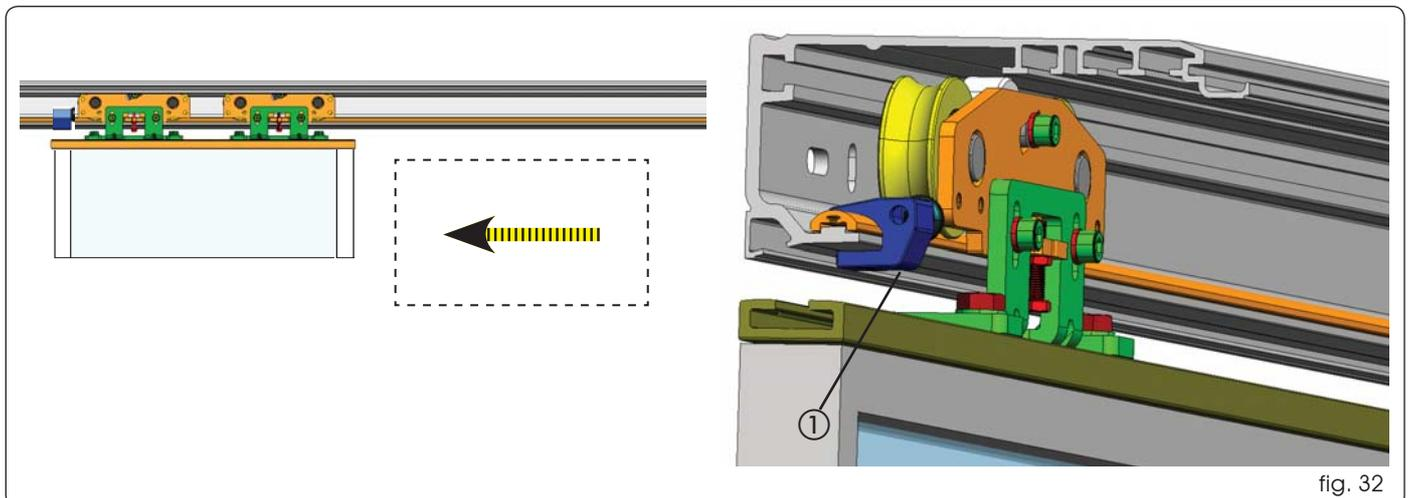

fig. 32
- Amener le vantail ou les vantaux en position d'ouverture (fig. 32), amener l'arrêt mécanique au contact du chariot et bloquer de nouveau les vis à six pans creux (fig. 32 réf. ①).